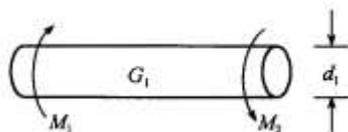

图 1
7. 在下图 1、2 所示两受扭圆轴中， $M_1 = M_2$ ， $d_1 = d_2$ ，材料的剪切弹性模量 $G_1 < G_2$ ，两轴中最大切应力间的关系为_____。